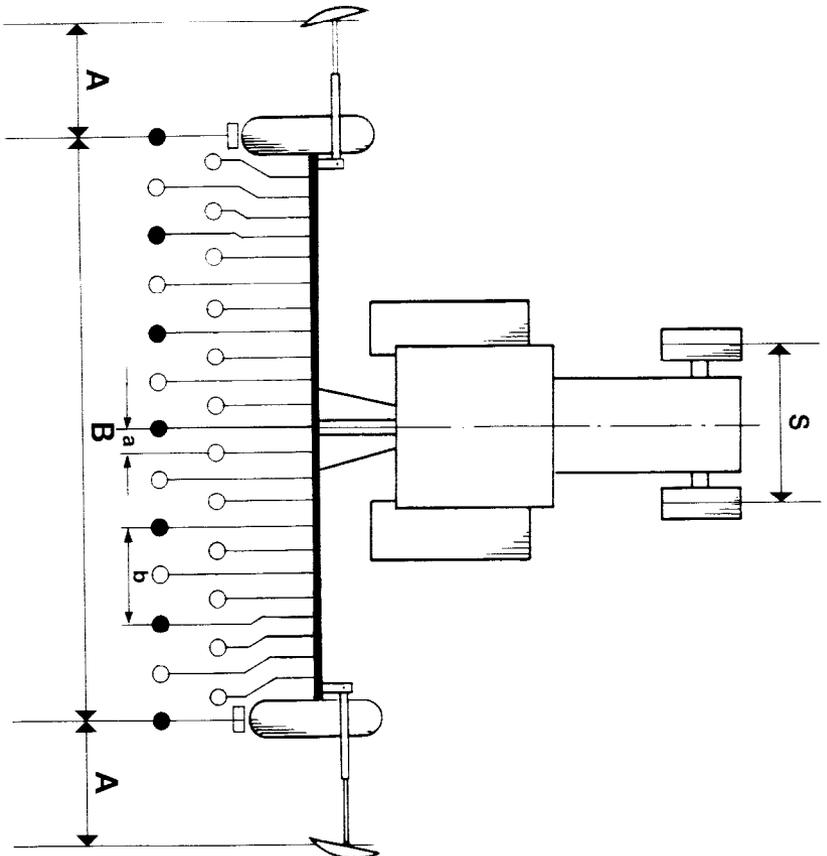

Fig. 98a
**Nach Punkt a) und b)** ist das Spuranreißermaß A (Fig. 98a) die Länge von der Spuranreißerscheibe bis zum **äußeren säenden Schar**.
Nach folgender Formel kann das richtige Spuranreißermaß A (Fig. 98a) bei **symmetrischer** Anordnung der Schare errechnet werden:
Nach folgenden Formeln kann das richtige Spuranreißermaß A (Fig. 98a) bei **symmetrischer** Anordnung der Schare errechnet werden:
**Beispiel 1:** Säen alle in Fig. 98a gezeigten Schare:
**Beispiel 2:** Säen nur die in Fig. 98a schwarz gekennzeichneten Schare: